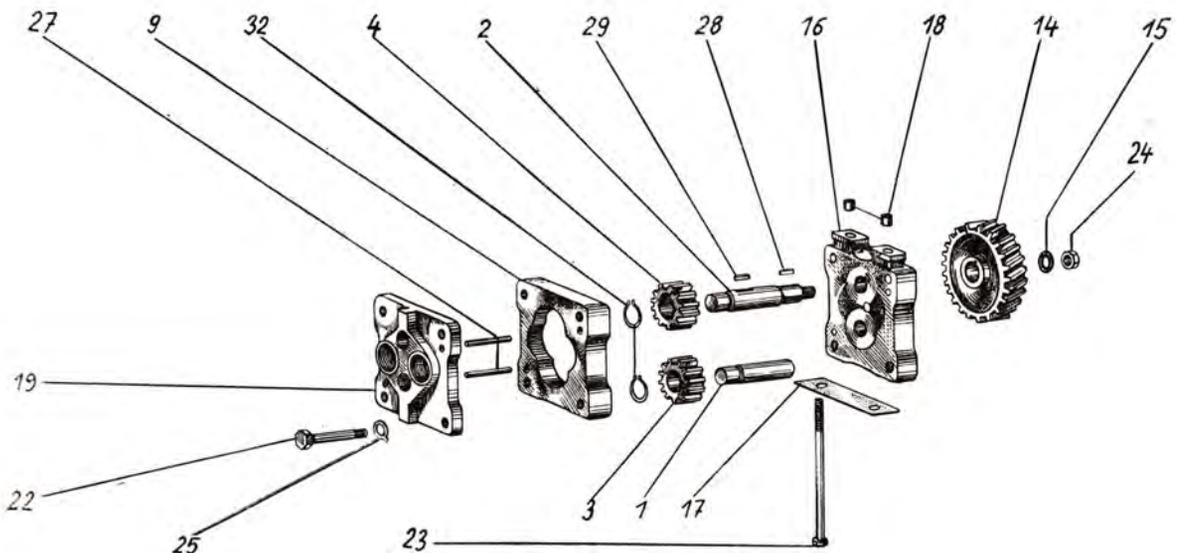
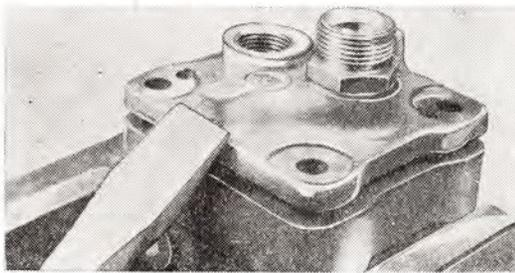

Abb. 16
Abb. 17
5. Vier Schrauben M 8×45 (M 8×30 am Schlepper Zetor 2511 und M 8×50 am Schlepper Zetor 4511 (Abb. 16/22) sind zu entsichern, auszuschauben und die Sicherungsunterlagen (Abb. 16/25) abzunehmen.
6. Mit leichten Schlägen auf die Anzugsstücke des Pumpendeckels in Richtung nach oben (Abb. 17) ist der Deckel von den Zentrierstiften (Abb. 16/27) abzuschleiben. Achtung auf die geläpften Flächen!
7. Das von der Steuerung angetriebene Zahnrad (Abb. 16/4) ist samt Welle (Abb. 16/2) leicht aus dem Pumpenkörper herauszuschieben. Das Zahnrad sitzt auf einer Feder (Abb. 16/29) und ist mit einer Seegersicherung (Abb. 16/32) gesichert.
8. Das angetriebene Zahnrad (Abb. 16/3) ist auf einem Bolzen (Abb. 16/1) gelagert, der in den Pumpendeckel eingepresst ist. Die Bolzenlänge wird durch einen Sicherungsring begrenzt.